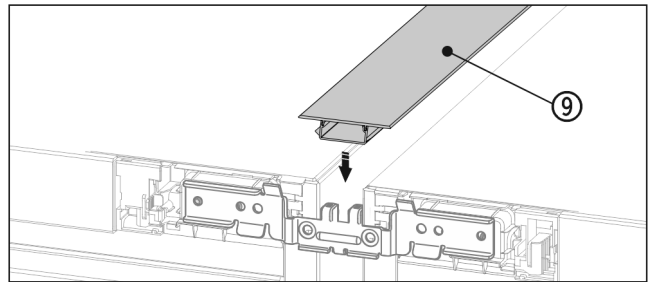

Fig. 20 *
- Tryck in den korta täcklisten Fig. 20 (9) i den horisontella spalten på ovensidan.*